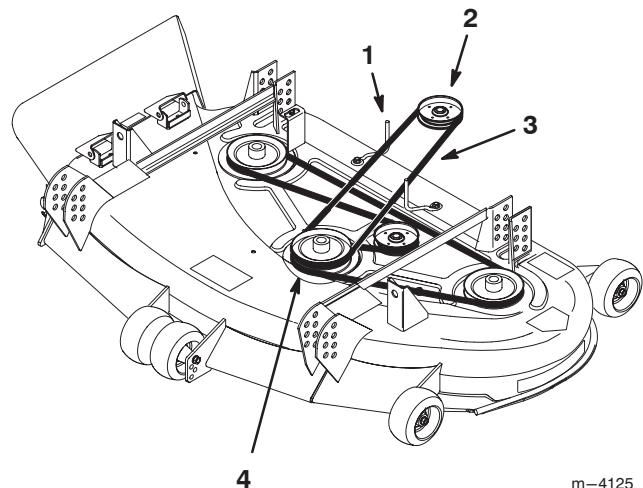

Figure 49
4. Déposez la courroie d' entraînement usagée (Fig. 49).
5. Installez la courroie neuve sur la poulie d' entraînement du groupe de déplacement et dans la gorge supérieure de la poulie d' axe centrale (Fig. 49).